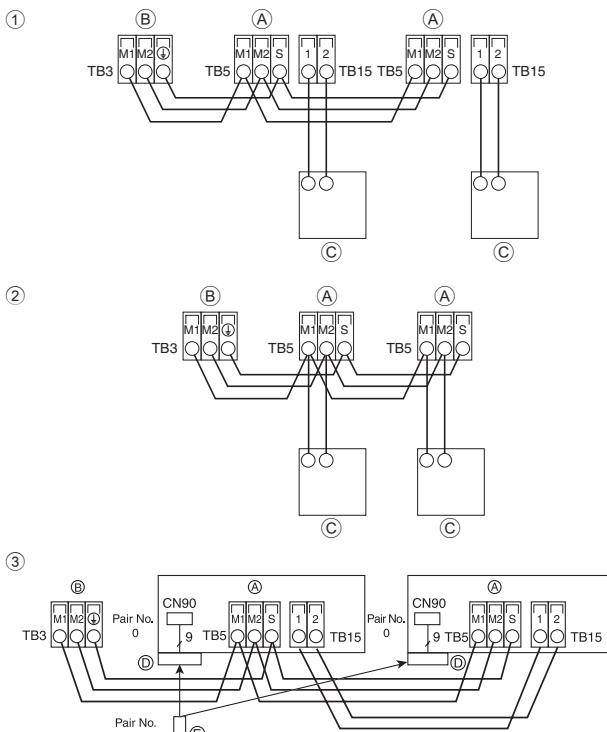
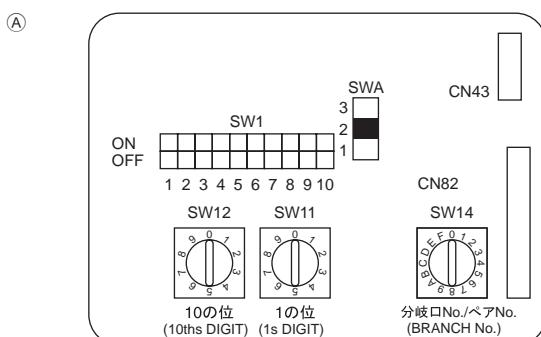

Fig. 6-3
Fig. 6-4
6.4. Conexión de los cables de transmisión del mando a distancia y de las unidades exterior e interior (Fig. 6-3)
- ① Mando a distancia MA
- ② Mando a distancia M-NET
- ③ Controlador remoto inalámbrico (al instalar un receptor de señales inalámbricas)
- Ⓑ Bloque de terminales para el cable de transmisión exterior (M1(A), M2(B), ①(S))
6.5. Configuración de las direcciones (Fig. 6-4)
- ① Cómo ajustar direcciones
- ② Cómo ajustar números de bifurcación SW14 (sólo para la Serie R2)